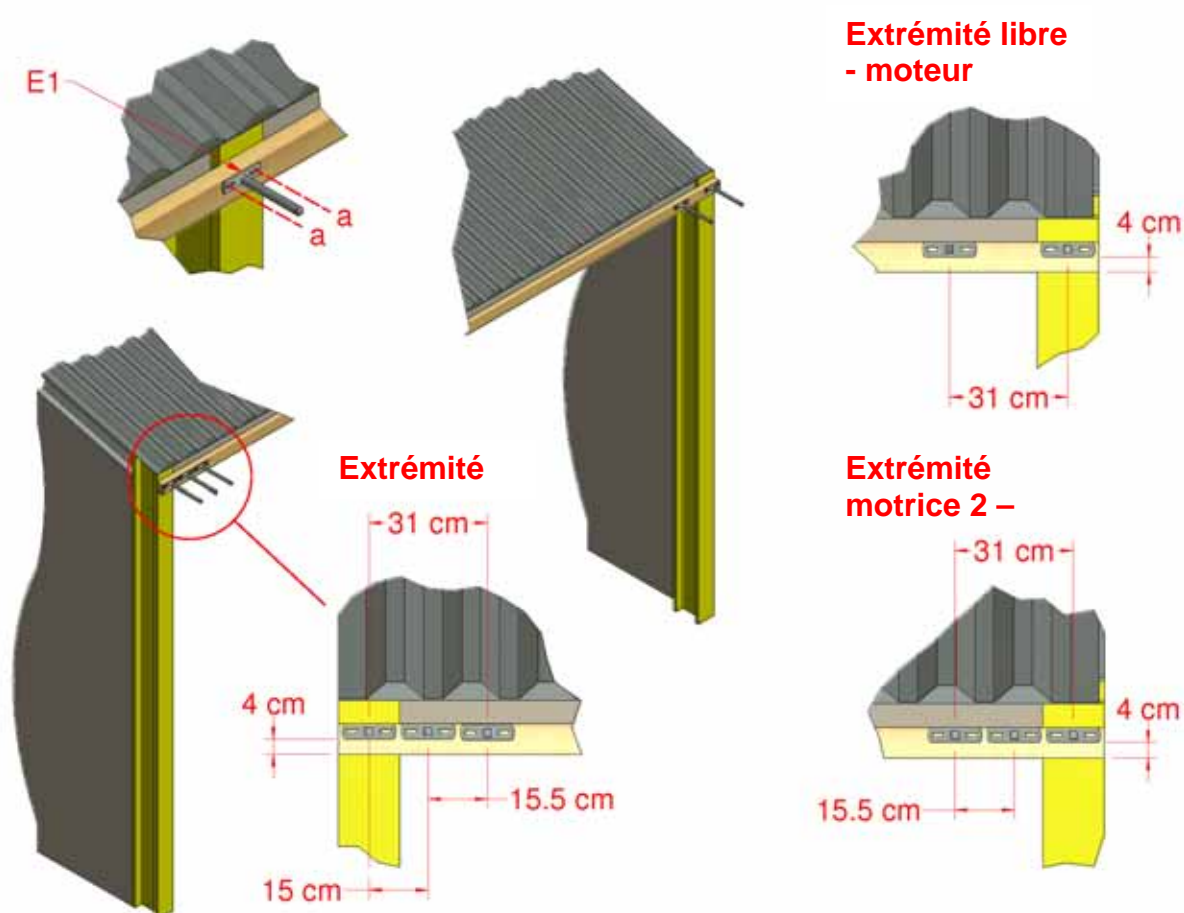

Figure 3 : pose du support de surface - Extrémité motrice et libre
2.1 Poser les supports de surface (E1) à chaque extrémité du bâtiment, en utilisant les attaches appropriées sur la poutre supérieure, comme à la Figure 3. Les trois supports de surface à ou aux extrémités entraînés doivent être espacés de 15,5 cm de centre à centre. Les deux supports de surface à l'extrémité libre (pour entraînement motorisé simple) doivent être espacés de 31 cm de centre à centre. Prévoir un écart de 4 cm sous le support de surface pour fixer le profilé Kador du rideau, Section 3.1.